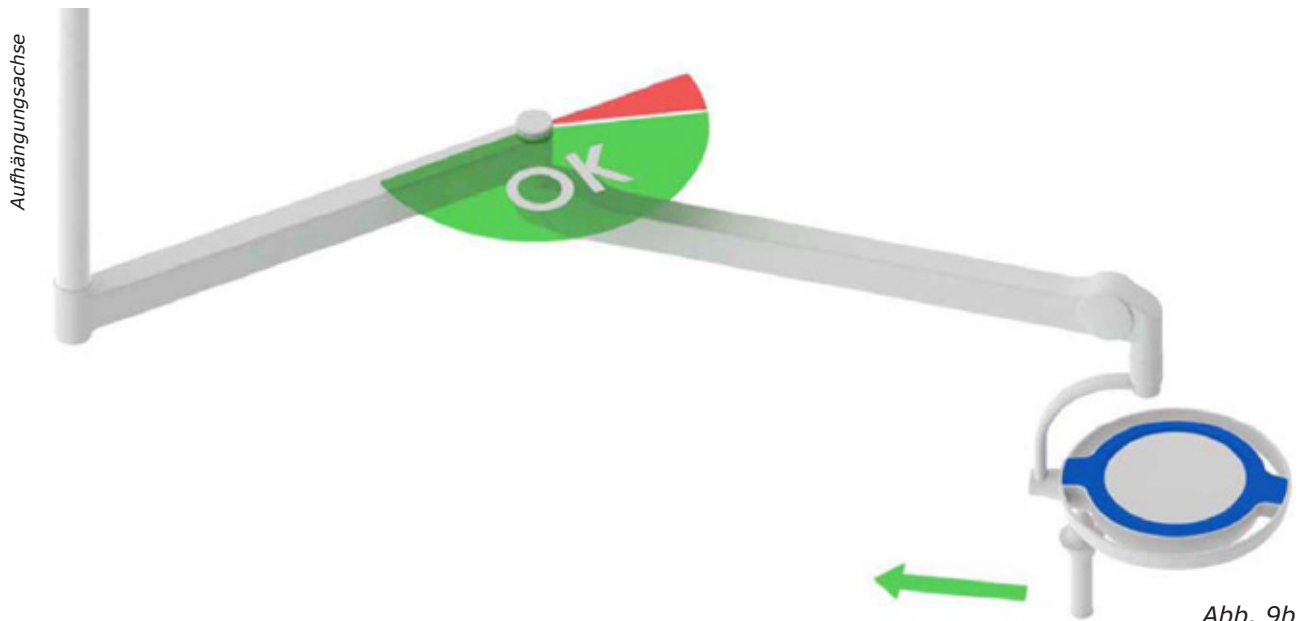

Abb. 9b
- 4.0.2 Um das Anbauelement Richtung Aufhängungsachse bewegen zu können, sollte der Winkel zwischen Ausleger und Federarm weniger als 180° betragen (Abb. 9b).